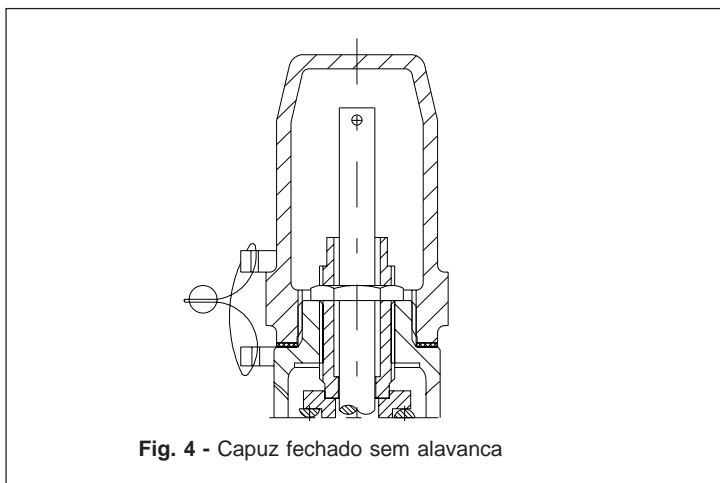

Fig. 4 - Capuz fechado sem alavanca
- Capuz fechado sem alavanca para processos em que a abertura manual deve ser evitada ou é desnecessária (principalmente para fluidos líquidos) (fig.4).